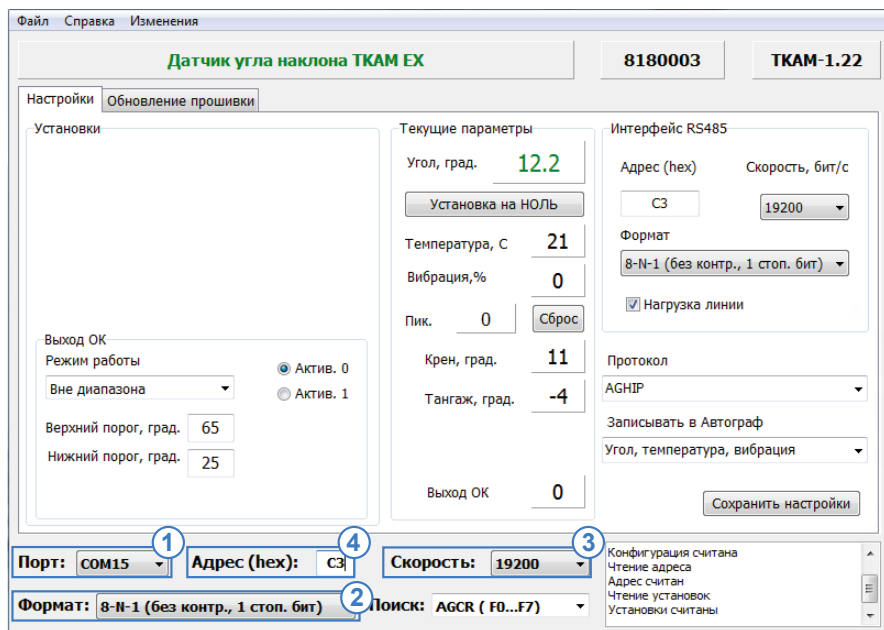

Рис.6. Подключение по известному адресу.
- в программе «AGPConf» выберите COM-порт, к которому подключается преобразователь «TKLS-Prog» (Рис.6, п.1). Посмотреть порт устройства можно в Диспетчере устройств системы, подключив предварительно преобразователь;
- настройте формат передачи, заданный в датчике (Рис.6, п.2). По умолчанию в датчиках установлен формат 8-N-1;
- выберите скорость передачи, заданный в датчике (Рис.6, п.3). По умолчанию в датчиках установлена скорость 19200;
- в поле «Адрес (hex)» укажите адрес датчика «ТКАМ», к которому необходимо подключиться (Рис.6, п.4);
Для конфигурирования другого датчика на линии необходимо ввести адрес этого датчика в поле «Адрес (hex)» (Рис.6, п.4), не изменяя остальные параметры подключения. К программе будет подключен другой датчик.